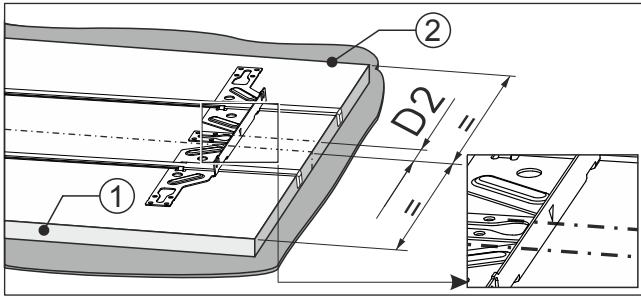

Fig. 94
- La marcatura della traversa di fissaggio coincide con la marcatura Fig. 94 (D2).